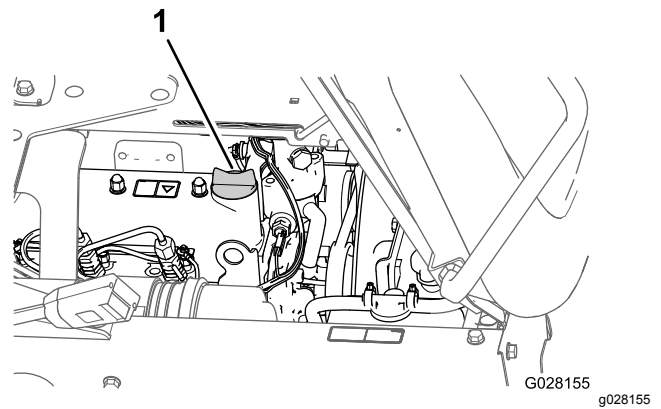

Figure 71
8. Remettez le bouchon de remplissage d'huile dans le goulot de remplissage (Figure 71).
5. Enlevez le bouchon de remplissage d'huile du goulot de remplissage sur le couvre-culasse et versez avec précaution environ 80 % de la quantité d'huile spécifiée dans le goulot de remplissage (Figure 71).